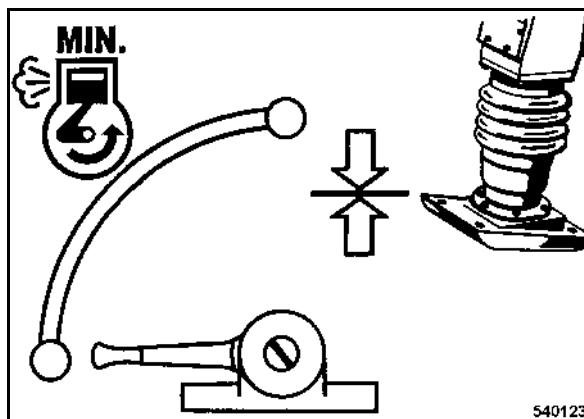

fig. 22
- Positionner la manette de réglage du régime sur "MIN" (fig. 22) lors d'arrêts brefs.